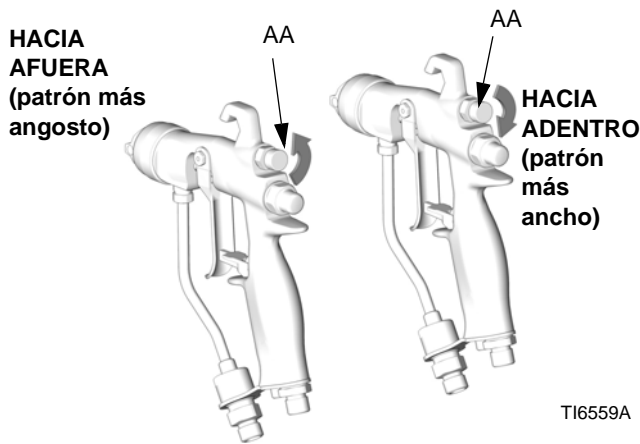

FIG. 5. Perilla de aire del patrón
1. Vea la FIG. 5. Cierre el aire de ajuste del patrón girando la perilla (AA) en sentido horario (hacia adentro) a fondo. Esto configura la pistola para el patrón más ancho.
3. Vea la FIG. 5. Para un patrón más angosto, gire la perilla de la válvula de ajuste del patrón (AA) en sentido contrahorario (hacia afuera). Si el patrón aún no es suficientemente angosto, aumente levemente la presión de aire a la pistola o use una boquilla de tamaño diferente.